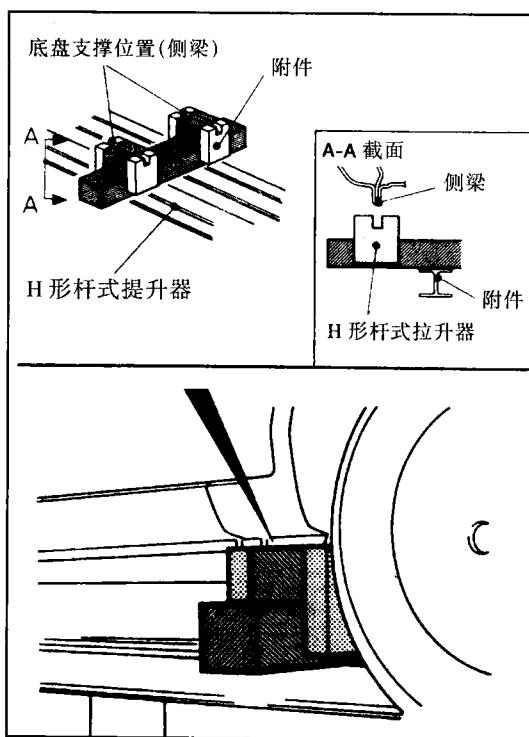

图 0-14
②把 H 形杆式提升器上的支撑附件放在规定的底盘支撑位置,如图 0-14 所示。